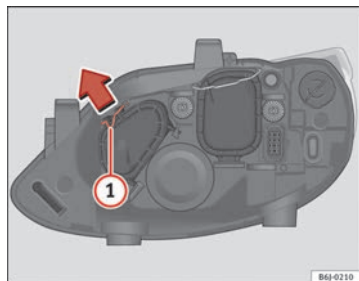

Fig. 159 Feux de route
- Déplacez le tirant ① dans le sens de la flèche puis retirez le cache ⇒ fig. 159.